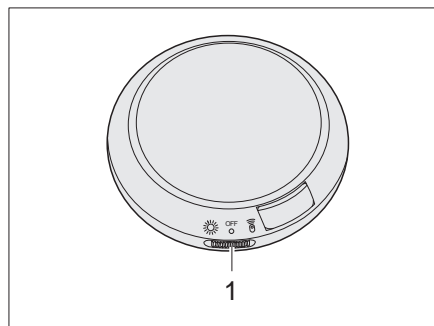

Fig. 109 Lampada nel tetto sollevabile
- Spostare l'interruttore (Fig. 109,1) verso sinistra.
- Spostare l'interruttore (Fig. 109,1) al centro.
- Spostare l'interruttore (Fig. 109,1) verso destra.